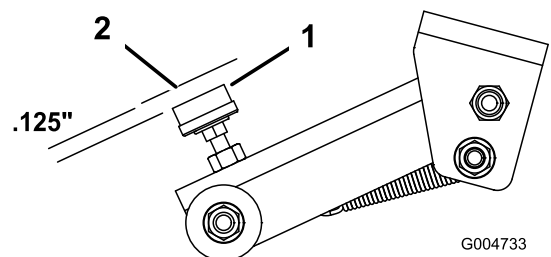

Bild 74
4. Der Abstand zwischen dem Gummikissen der Einstellschraube (Bild 74) und dem Mähwerkriegel sollte 3,2 mm betragen. Wenn der Abstand eingestellt werden muss, lösen Sie die Mutter an der Einstellschraube und stellen Sie sie entsprechend ein. Ziehen Sie die Mutter dann fest.